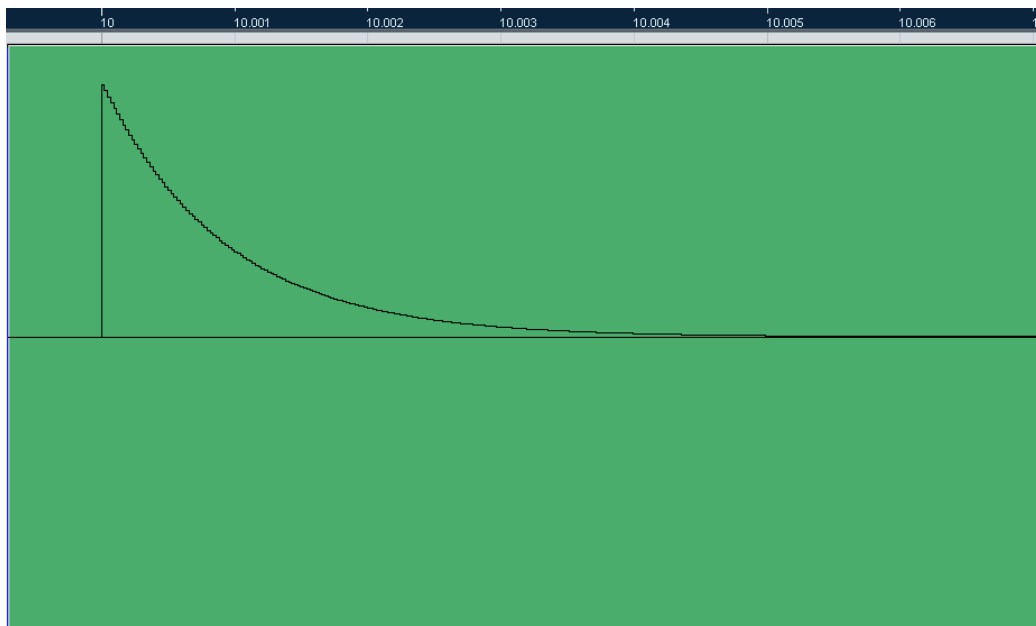
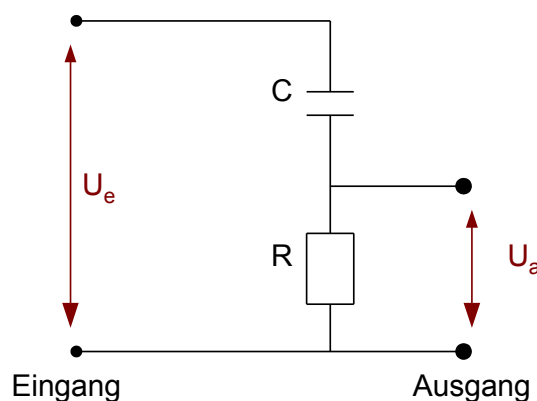

Abbildung 2: Sprungantwort Hochpassfilter erster Ordnung, steigende Flanke
Abbildung 3: CR-Glied in der Schaltungsform eines Hochpassfilter erster Ordnung
Der Vorteil einer Sprungantwort gegenüber der Impulsantwort, aus der im Ergebnis die gleichen Daten gewonnen werden können, liegt darin, dass ein Sprung leichter zu erzeugen ist als ein extrem kurzer Impuls. Aufmerksame Leser der ersten beiden Folgen wissen bereits, dass ein digitales Filter auf derselben mathematischen Grundlage beruht wie ein analoges Filter. Da die Vorgänge in einem analogen Filter jedoch deutlich leichter vorstellbar sind, sollen diese zur Verdeutlichung heran gezogen werden. Abbildung 2 zeigt die Sprungantwort eines einfachen Hochpassfilters erster Ordnung. Betrachtet man dazu die Schaltung, so wäre diese im einfachsten Fall als sogenanntes CR-Glied, also aus einem Kondensator (C) und einem Widerstand (R) bestehend, aufgebaut. Ein solch einfacher Aufbau ist in Abbildung 3 zu sehen. Zum Erzeugen der Sprungantwort wird eine geschaltete Gleichspannung von +1 V verwendet. Da es sich um ein Hochpassfilter handelt und eine Gleichspannung theoretisch betrachtet eine Wechselspannung mit unendlich tiefer Frequenz